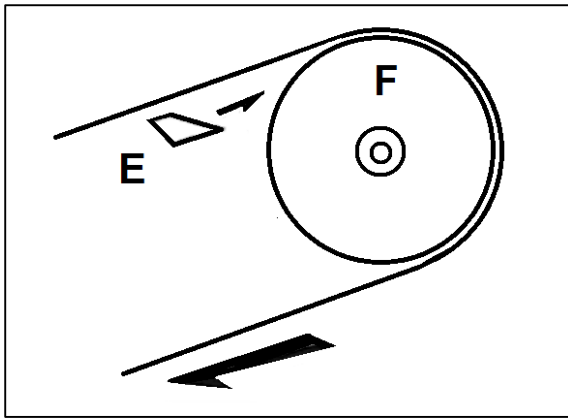

Figure 8-7 : Contrôle d'alignement de la lame
- Lors de la rotation de la vis de réglage (D) dans le sens horaire, la lame fonctionne plus près de la bride.
- Lors de la rotation de la vis de réglage (D) dans le sens inverse horaire, la lame fonctionne plus loin de la bride. Si la lame est trop loin, elle tombe.
- Utilisez un morceau de papier brouillon (E, Fig 8-7) et glissez-le entre la lame et le volant (F).